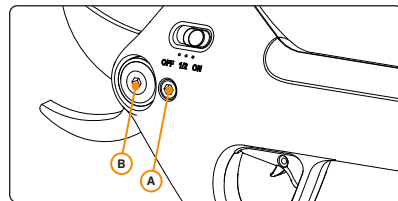

Abbildung 7. Abnehmen der Getriebeabdeckung.
- 2. Entfernen Sie Getriebeabdeckung.** Lösen Sie die (2) 4-mm-Inbusschrauben wie in Abbildung 7 dargestellt.